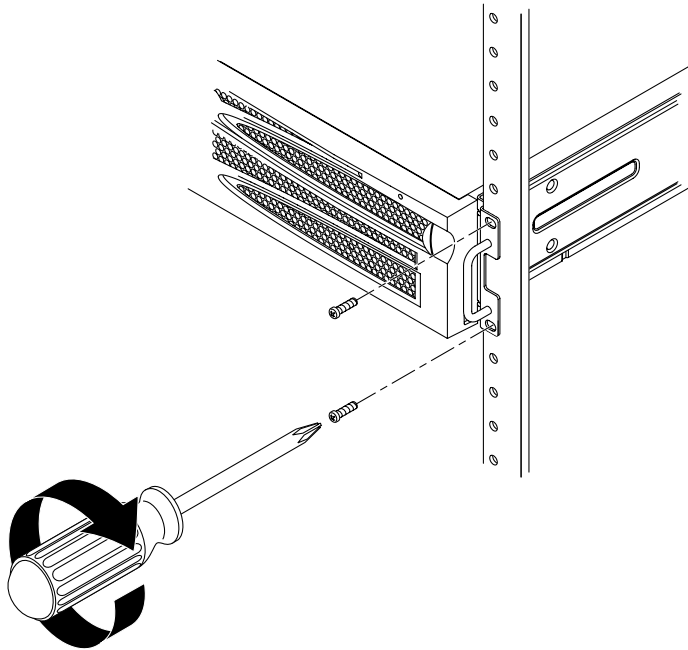

BILD 3-13 Skruva fast serverns framsida i racket
15. Använd två skruvar per sida och skruva fast den främre delen av de fasta skenorna som sitter på serverns sidor på rackets framsida (BILD 3-13). Skruvarnas storlek varierar beroende på rack.